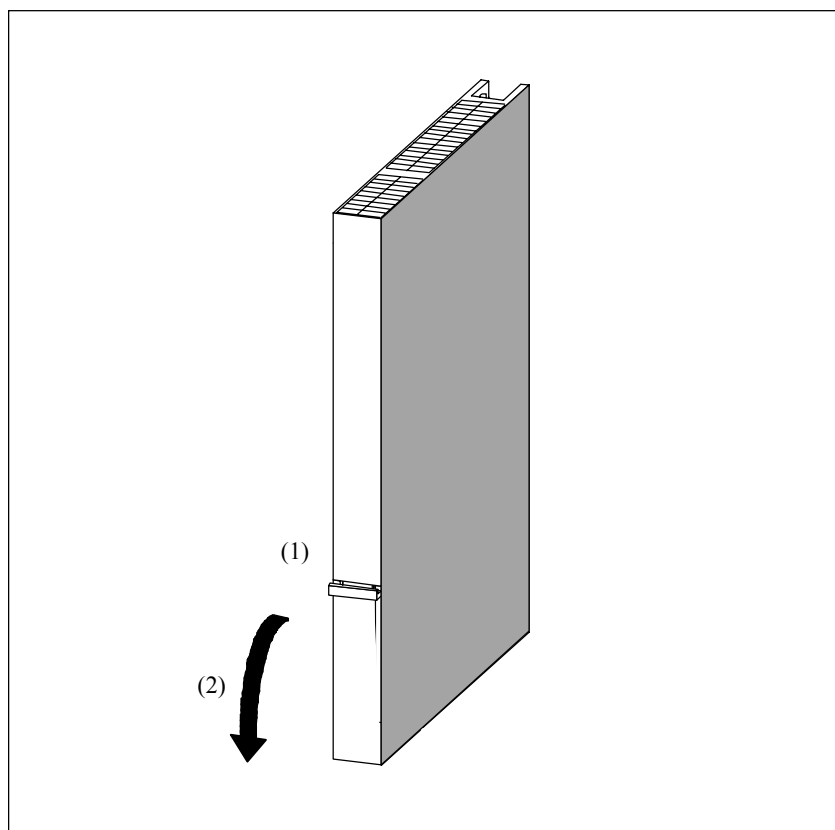

Рис. 5-9. Снятие крышки
2. Снимите крышку с модуля, если она имеется (см. рис. 5-9).
На рис. 5-9 показано, как снять крышку.